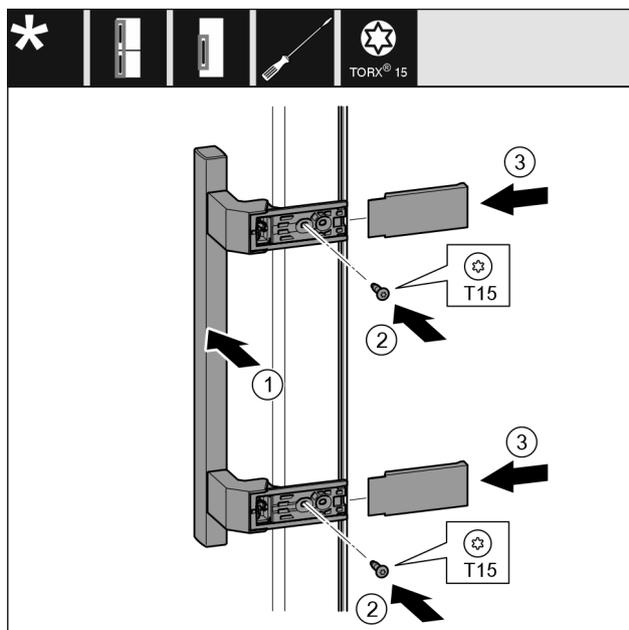

Fig. 41
- ▶ Applicare la maniglia Fig. 41 (1) sul lato opposto.
- ▶ Stringere le viti Fig. 41 (2) con un cacciavite.
- ▶ Applicare le coperture Fig. 41 (3) lateralmente e spingerle in sede.